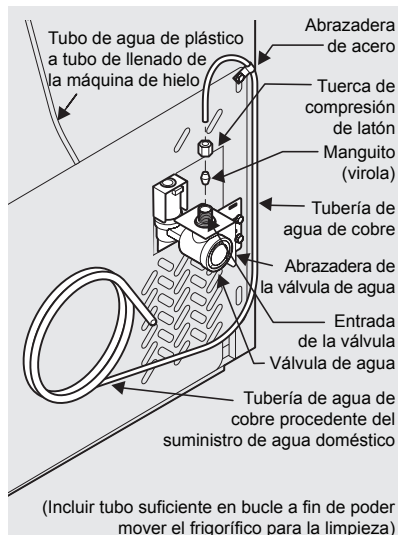

Figura 1
4. Si utiliza tubería de cobre: deslice la tuerca de compresión y a continuación el manguito (virola) hasta la toma de agua. Empuje la toma de agua hasta la entrada de la válvula de agua hasta el máximo (¼ pulgada, 6 mm). Deslice el manguito (virola) en la válvula y apriete con los dedos la tuerca de compresión a la válvula. Apriete otra media vuelta con una llave; NO apriete excesivamente. Ver Figura 1.